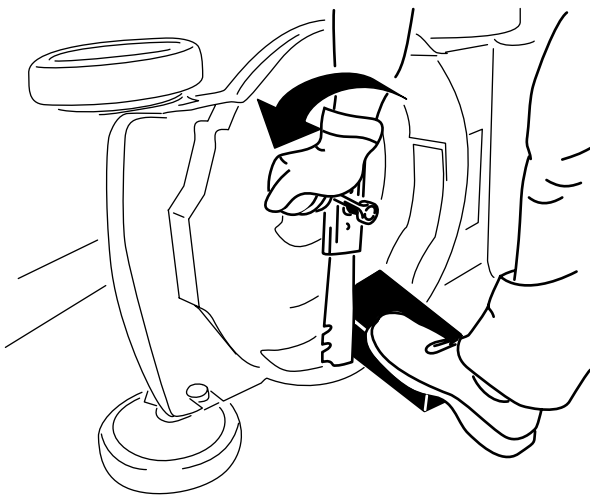

Bild 32
3. Stabilisieren Sie das Messer mit einem Holzblock (Bild 32).
4. Nehmen Sie das Messer ab und bewahren Sie alle Befestigungsschrauben auf (Bild 32).